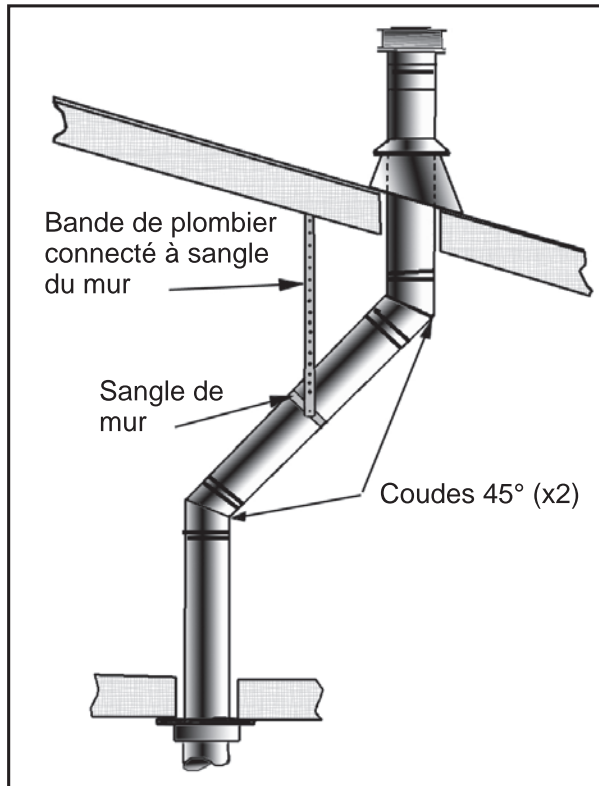
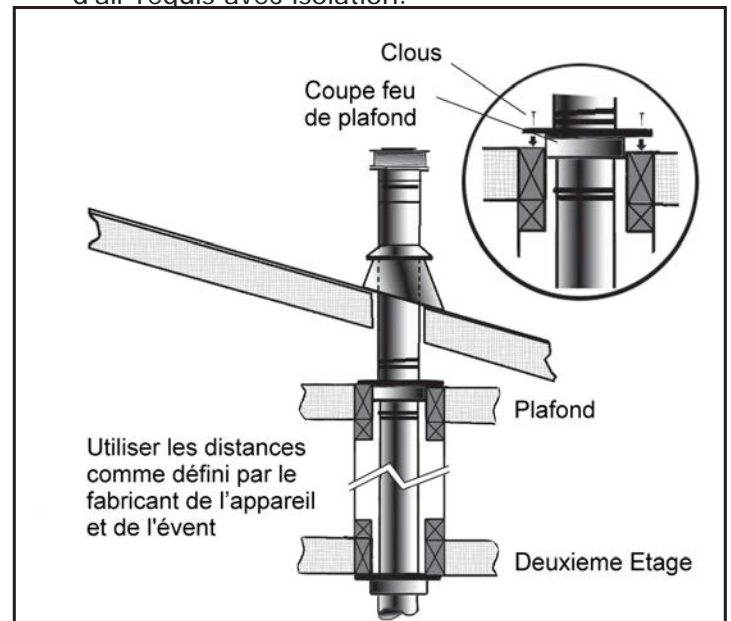

Figure 30: Utilisation de bandes a mur.
Figure 31: Installation de tuyau de maison a plusieurs étages
- (1) Si un décalage est nécessaire dans le grenier pour éviter des obstructions, il est important de soutenir le tube d'évent tous les 3 pieds (914 mm), à éviter le stress excessif sur les coudes, et l'éventuelle séparation. Les attaches murales sont disponibles à cet effet (voir la figure 30).
- (2) Lorsque c'est possible, utilisez des coudes 45° degré au lieu de 90°. Les coude de 45° offre moins de restriction.
- (3) Pour les installations de plusieurs étages; un plafond firestop est requis au deuxième étage, et tous les étages suivante (voir la figure 31). L'ouverture doit être encadrée de 10" (254 mm) x 10" (254 mm) à l'intérieur, de la même manière, comme illustré à la Figure 21.
- (4) Les zones occupées au-dessus du premier étage, compris des placards et espaces de stockage, qui traverse l'aération verticale, doit être jointe. L'enceinte peut être encadré et feuille-bercé avec matériaux de construction standard. Toutefois consulter l'appareil fabrique des instructions d'installation pour le jeu admissible minimum entre l'extérieur du tube d'évent, et les surfaces de combustible du boîtier. Ne rempli pas les espaces d'air requis avec isolation.